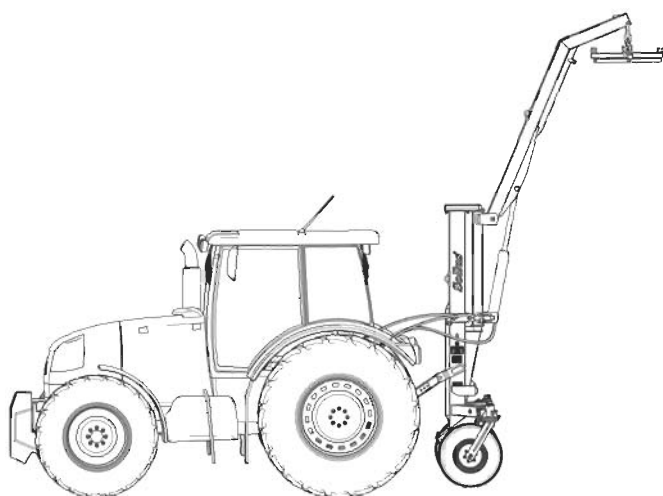

Fig.03
- Para melhorar a movimentação circular dos garfos das rodas, mantenha limpas e lubrificadas as partes móveis do conjunto rodado (pág.04), e levante um pouco as barras do hidráulico do trator para transferir uma parte do peso da carga para o trator (fig.03).